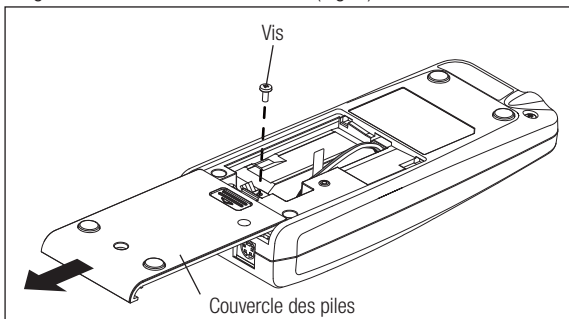

Fig. 6
- 3) Enlever le couvercle des piles en le faisant glisser dans le sens de la flèche. (Fig. 6)